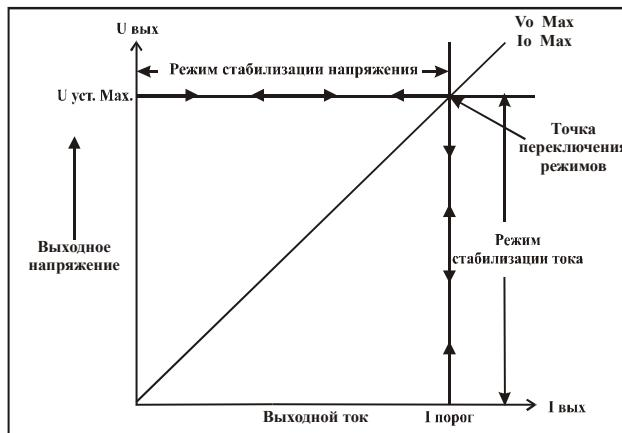

Рис. 2.1. Вольтамперная характеристика источника питания
Рабочая характеристика источника питания данной серии называется ВАХ с автоматическим переключением режимов. Это означает, что при изменении сопротивления нагрузки автоматически происходит переключение из режима стабилизации напряжения (CV) в режим стабилизации тока (CC) и наоборот. Точка пересечения значений установленного предела по току ($I_{\text{порог.}}$) и максимального значения выходного напряжения ($U_{\text{уст. max}}$) называется точкой переключения режимов. На рис. 2.1 показана зависимость положения точки переключения от величины тока нагрузки.